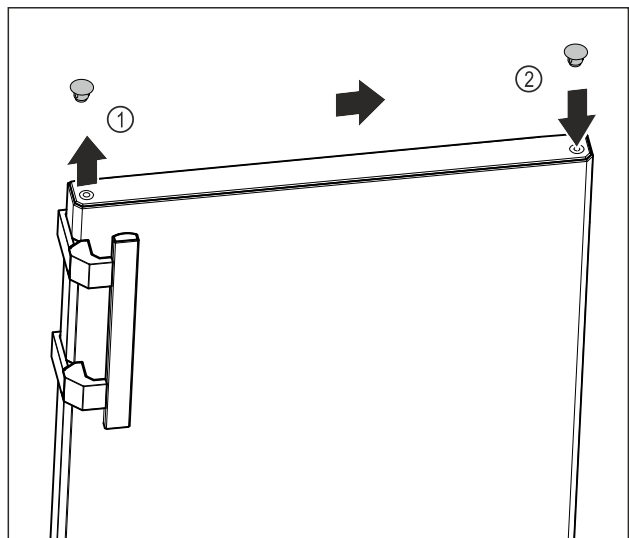

Fig. 17
- ▶ С плоска отвертка внимателно повдигнете покриващата тапа от горната страна на вратата Fig. 17 (1) и я извадете.
- ▶ Поставете покриващата тапа от другата страна. Fig. 17 (2)